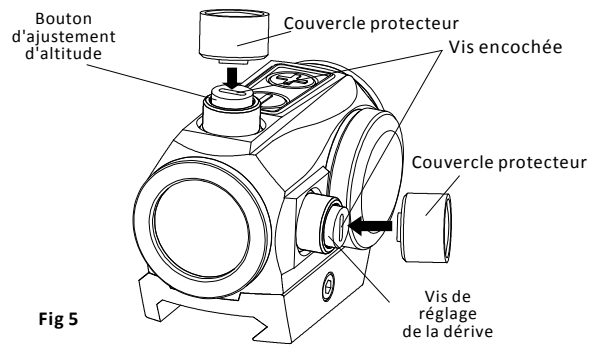

Fig 5
1. Sur le dessus du viseur est l'altitude ajustant le bouton. L'enroulement ajustant le bouton est du côté droit (voir le Fig5). Le viseur a été usine ajustée à zéro approximatif.